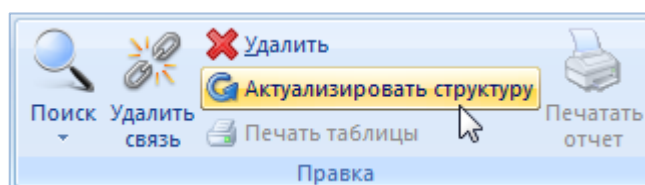

Рис. 25-20 – Кнопка «Актуализировать структуру» панели «Правка»
3) Нажать кнопку «Актуализировать структуру» панели «Правка» (рис. 25-20).